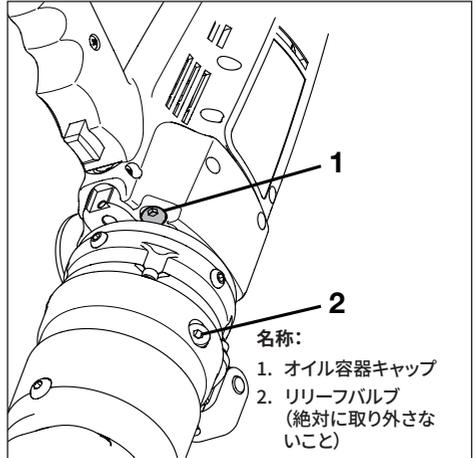
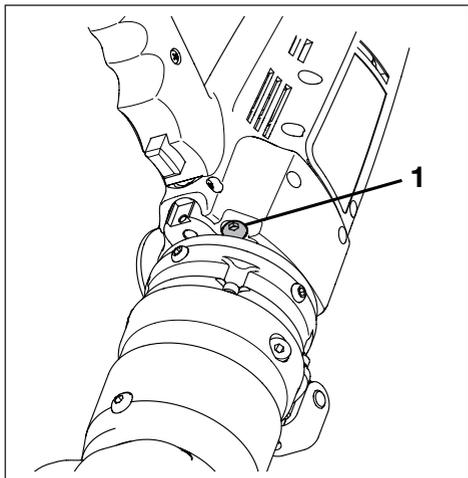

図14: オイルドレン/充填口キャップ
図15A: オイル容器キャップ (1)
以下の手順では図14、図15A~15Cを参照してください。
**注記** カッターが反転した位置（上下逆）に置かれているときは、オイル容器キャップは、オン・オフトリガーの真下にあります。次の手順でこのキャップのみを取り外してください。リリーフバルブを誤って取り外さないでください。図14を参照してください。
次の手順に従って、カッター容器のオイルを交換してください。図14、図15A～15Dを参照してください。